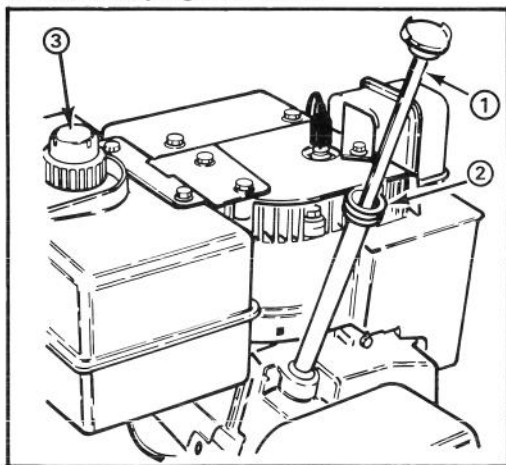

Figure 8
REEMPLISSAGE D'HUILE DANS LE CARTER (fig. 8)
1. Nettoyez autour du bouchon du réservoir d'essence (fig. 8). Retirez ce bouchon et remplissez le réservoir d'essence sans plomb en laissant un espace de 13 mm. Remplacez le bouchon du réservoir.